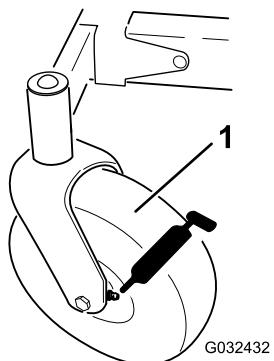
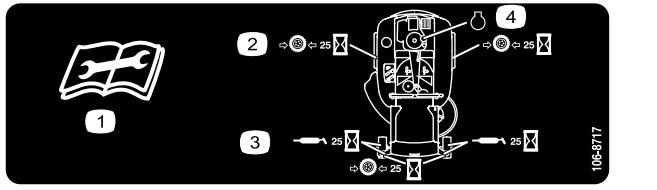

Figura 29
Figura 30
3. Limpie con un trapo los puntos de engrase (Figura 29) y Figura 30).
4. Conecte una pistola de engrasar a cada punto de engrase (Figura 29 y Figura 30).